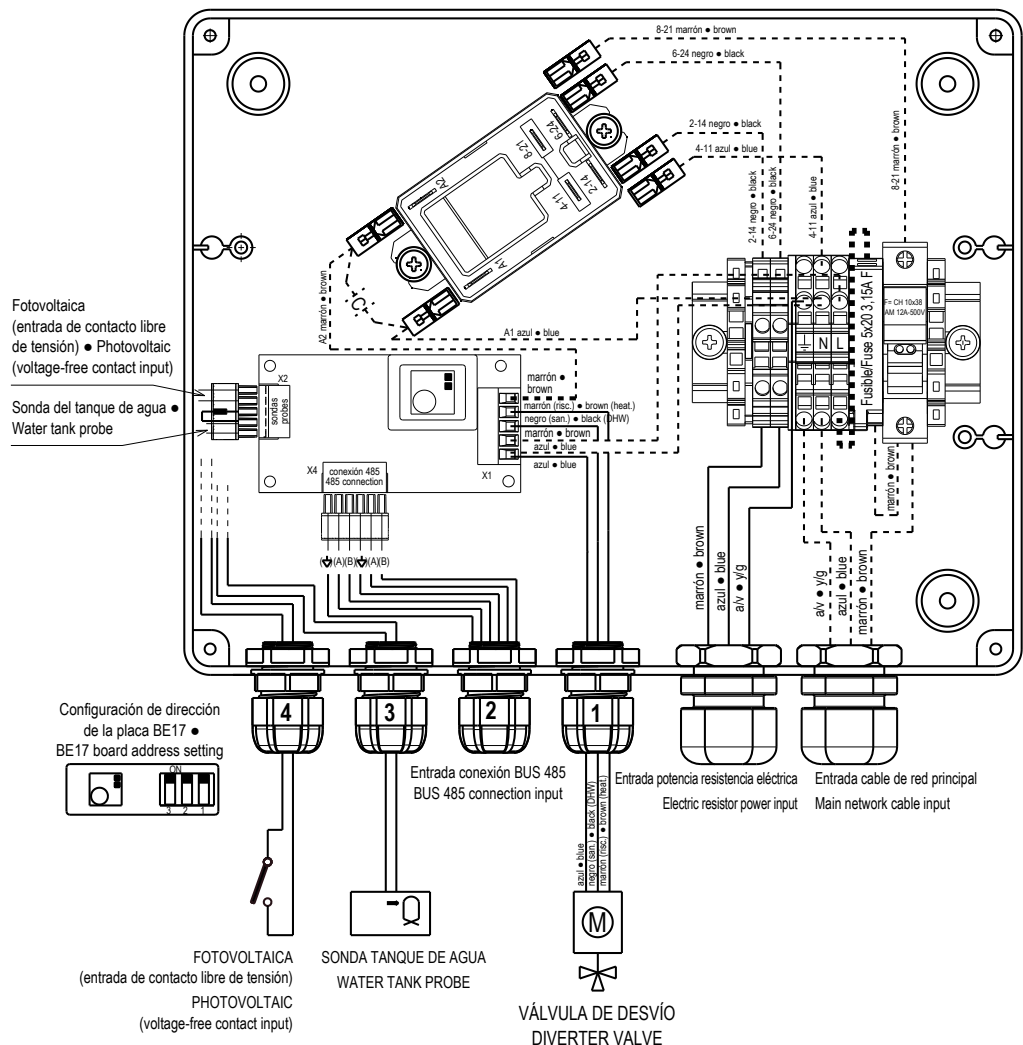

fig. 3
- Retire la tapa de la caja eléctrica quitando los tornillos de fijación (V).
- Introduzca los tornillos en los 2 orificios pretaladrados (A) como se indica en la figura.
- ⚠ Para las conexiones remítase al diagrama eléctrico (fig. 3).
- Conecte al conector de 5 contactos **X1** el cableado de conexión de la válvula de desvío que se suministra tras haberlo introducido en el **anillo pasacable 1** (fig. 3)
- Conecte el conector de 6 contactos **X4** de la placa electrónica BE17 los cables BUS de comunicación de sistema (Lmax = 30m) como se indica en el esquema eléctrico, tras haberlos insertado en el **anillo pasacable 2** (fig. 3).
- Conecte el conector de 5 contactos **X2** el cable sonda que se suministra tras haberlo insertado en el **anillo pasacable 3**, consulte el esquema eléctrico (fig. 3).
- conecte los 2 cables que provienen del fotovoltaico (contacto limpio libre de tensión) al conector de 5 contactos **X2** como se indica en el esquema eléctrico (fig. 3) tras haberlo insertado en el **anillo pasacable 4**.
- Remove the electrical box cover by removing the fixing screws (V).
- Insert the screws into the 2 pre-drilled holes (A) as indicated in the figure.
- ⚠ For connections, refer to the electrical diagram (fig. 3).
- Connect the supplied diverter valve connection wiring to the 5-pole **X1** connector after inserting it into **cable gland 1** (fig. 3)
- Connect the system communication BUS cables (Lmax = 30m) to the 6-pole **X4** connector of the BE17 electronic board as indicated in the electrical diagram after inserting them into **cable gland 2** (fig. 3).
- Connect to the 5-pole connector **X2** the supplied probe cable after inserting it into the **cable gland 3**, refer to the electrical diagram (fig. 3).
- connect the 2 wires coming from the photovoltaic (voltage-free contact input) to the 5-pole connector **X2** as reported in the electrical diagram (fig. 3) after inserting it into the **cable gland 4**.